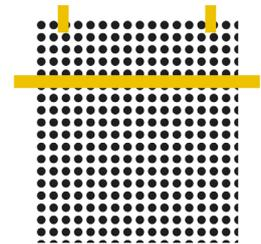

Figure 02
- › Coller une bande de Tiro de masquage d'un coté à l'autre du visuel, sur le haut à environ 10 cm du bord. (FIG. 02)